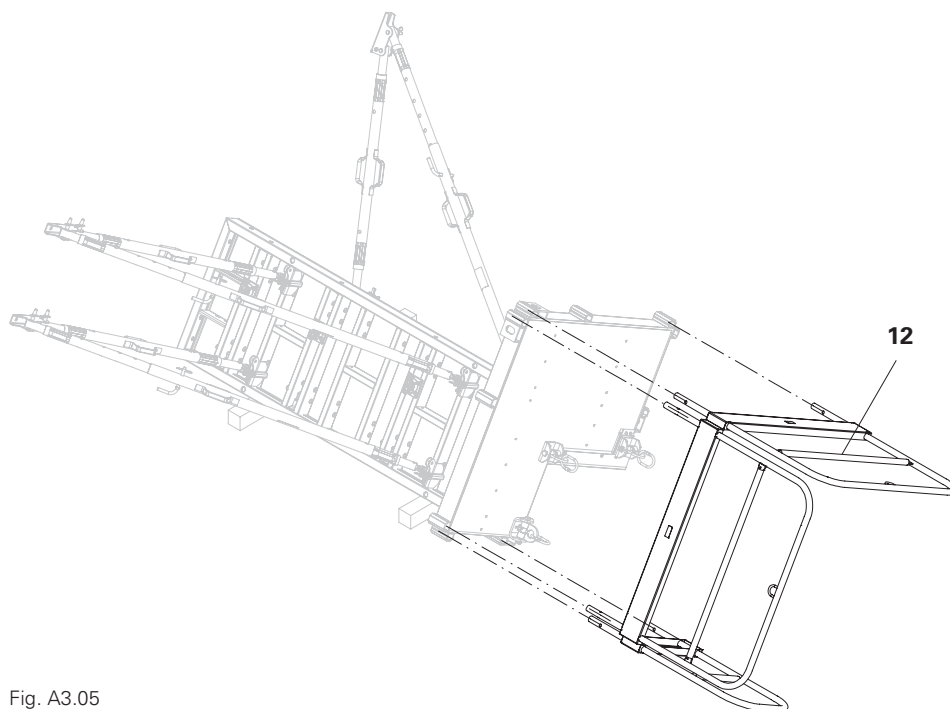

Fig. A3.05
6. Inserire i parapetti (12). (Fig. A3.05)